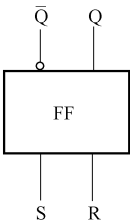

图 5-141 两个或非门组成的 RS 触发器电路符号
2) 两个或非门组成的 RS 触发器。如图 5-141 所示是两个或非门组成的 RS 触发器电路符号。